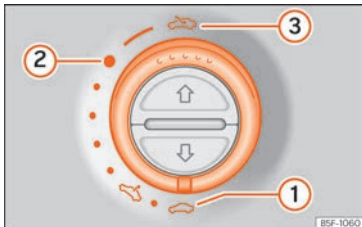

Abb. 109 Im Dachhimmel: Schalter zum Öffnen und Schließen drehen.
- Öffnen: Drehen Sie den Schalter auf die Position »» Abb. 109 ③.
- Komfortstellung: Drehen Sie den Schalter auf die Position »» Abb. 109 ②.
- Schließen: Drehen Sie den Schalter auf die Position »» Abb. 109 ①.
- Der Schalter »» Abb. 109 muss auf der Position „geschlossen“ ① stehen.